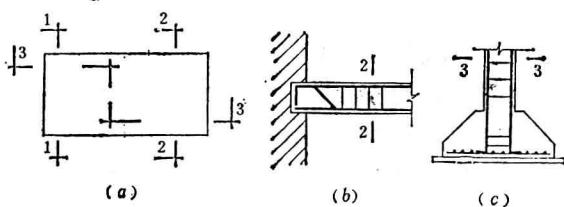

图 1-25 剖切线的表示方法
(1) 剖切线：一般采用粗实线绘制。图纸上的剖切线是表示剖面的剖切位置和剖视方向。编号采用阿拉伯数字按顺序编排，根据剖视方向注写于剖切线的一侧。例如图1-25。
当构件的截面采用剖切线时，编号亦用阿拉伯数字，并根据剖视方向注写于剖切线的一侧。见图1-25 (b)、(c)。